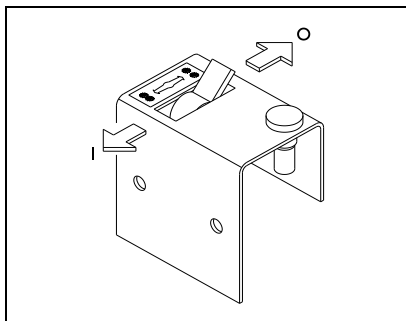
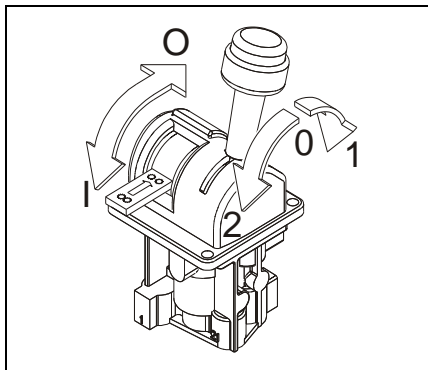

Рис. 3
Рис. 4
Пневмоклапан управления КОМ может находиться в одном из двух положений, «КОМ отключена (O)» или «КОМ включена (I)». (см. рис.3). Переключением ручки «КОМ включена» (направление стрелки I) производится пневматическое включение КОМ и включение передачи крутящего момента на насос. Загоревшаяся индикаторная лампочка (опция) на блоке управления КОМ указывает на включение КОМ. Когда механизм подъёма не используется, пневмоклапан управления должен находиться в положении «КОМ отключена».
- III. Убедитесь, что ручка пневмоклапана стоит в нейтральном положении, (см. рис.3 и рис.4, положение «O»).
- VI. Включите КОМ, переведя рычаг в положение «КОМ включена» (см. рис.3 и рис.4, положение «I»).
- II. Убедитесь, что ручка управления гидроклапаном подъёма кузова (Рис.4., трехпозиционная) в нейтральном положении.
Обычно на самосвалах устанавливается комбинированный пневмоклапан (см. рис.4) - пневмоклапан управления КОМ и гидроклапаном управления подъемом кузова. Этот клапан имеет две ручки: